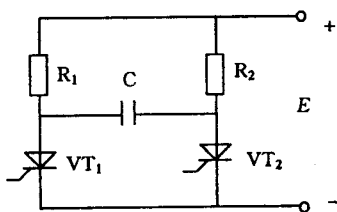

图 1-7 例题 1.5 图
**例题 1.5** 在图 1-7 中, 晶闸管阳极总加正向电压, 只要在  $VT_1$  与  $VT_2$  的控制极分别加上脉冲, 可实现两只晶闸管轮流导通, 试分析工作情况。